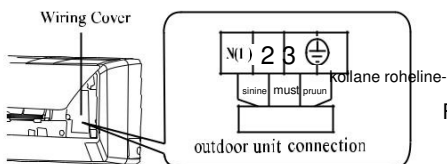

Fig.6
3. Ühendage ja kinnitage voolujuhe klemmilaua külge. (Vt. Fig 6.)